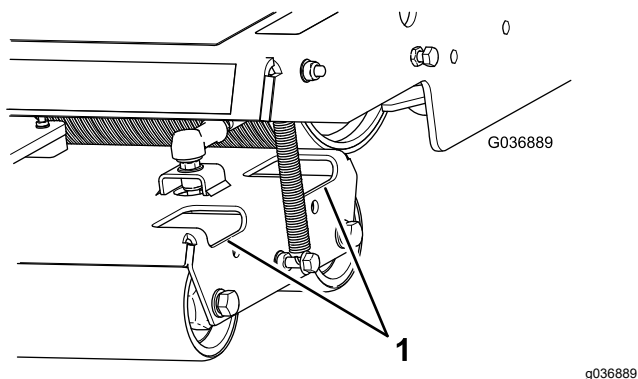

図 40
2. 必要に応じ、ローラハウジングの穴から水を吹き付けてローラについている汚れをきれいに落とす 図 40。